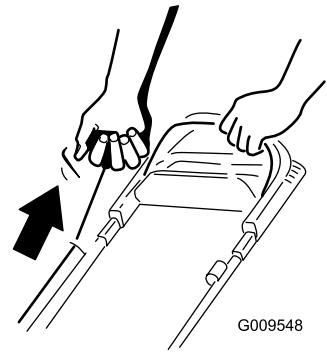

Figura 20
Nota: Quando utilizzate l'avviatore autoavvolgente, tiratelo leggermente fino ad avvertire una certa resistenza, poi date uno strappo (Figura 20). Lasciate che il cordino si riavvolga nell'avviatore lentamente.
2. Tirate l'avviatore autoavvolgente (Figura 20).